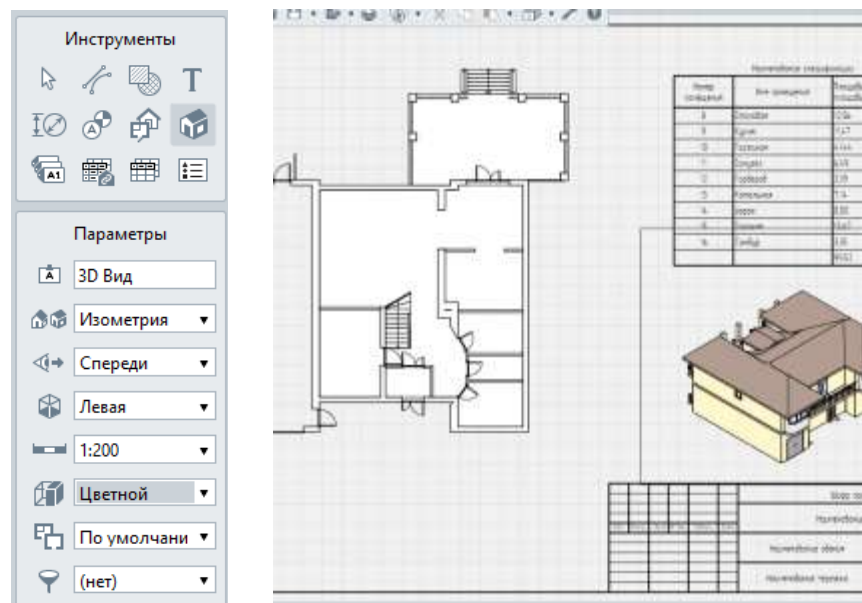

Рисунок 11.5 - Добавление аксонометрии модели здания.
5. Добавьте на лист аксонометрический вид, рис.11.5.